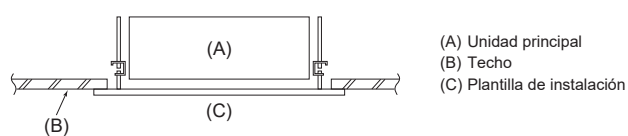

Fig. 3-7
3.7. Confirmación de la posición de la unidad principal y apriete de los tornillos de sujeción (Fig. 3-7)